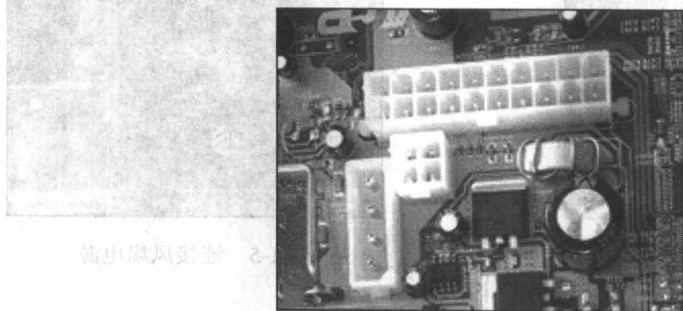

图 1-8 4pin 电源接口
(3) 安装主板
① 安装电源。
② 连接电源线。
Step3: 当安装 **Pentium 4** 系统 (其主板、CPU、供电电源等都不相同) 时, 还需要安装 (**ATX 12V**) 电源, 方法是从供电电源找到 **4pin** 电源辅助接口, 然后把它插到主板的相应插槽中, 如图 1-8 所示。